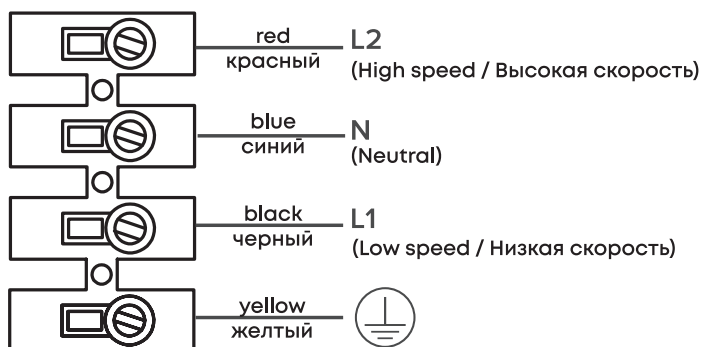

Рис. 11.
3. Снимите крышку с распределительного блока, изучите электромонтажную схему и произведите необходимые подключения (Рис. 11).